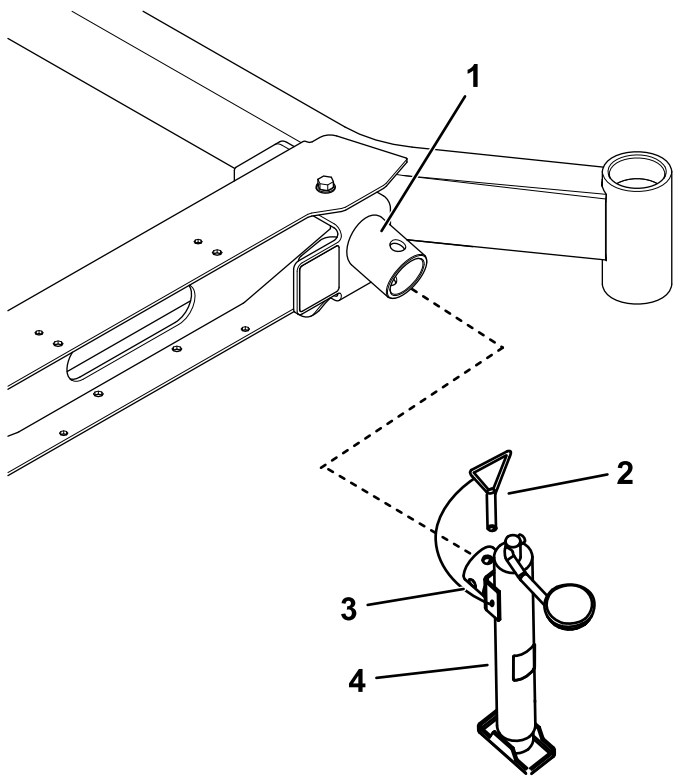

Figura 4
3. Ligue o macaco à montagem do macaco utilizando o pino do macaco (Figura 4).